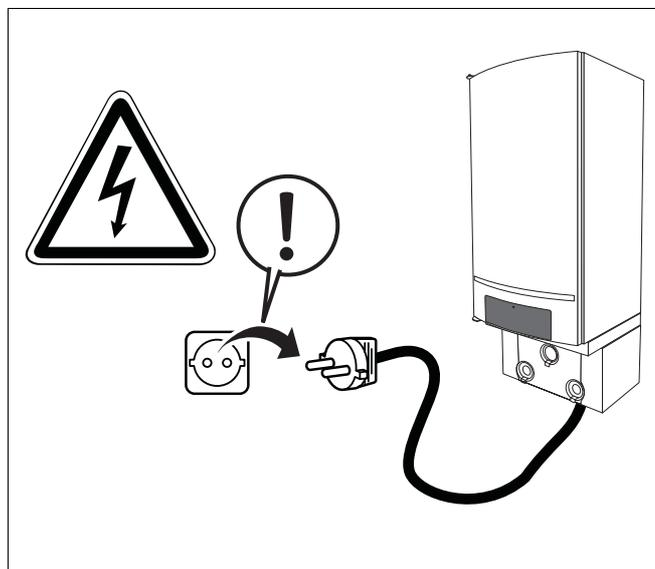

Fig. 78 Togliere la corrente dall'impianto di riscaldamento
- Togliere la corrente dall'impianto di riscaldamento (fig. 78).